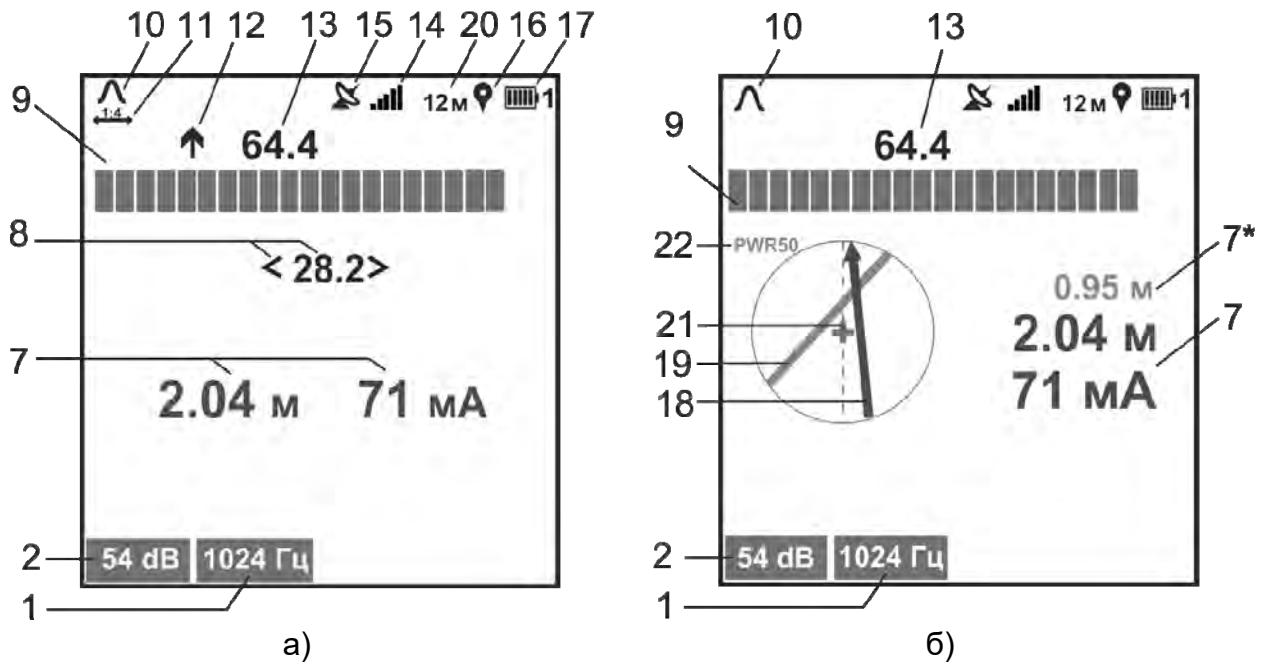

Рисунок 3.2 – Индикация приемника в режиме «ТРАССА»
- режим «ТРАССА» – для поиска коммуникаций с одновременным определением глубины её залегания, величины протекающего по ней тока рабочей частоты (рисунок 3.2а). Дополнительно при включенной функции «КОМПАС», отображается положение и направление коммуникации относительно приемника (рисунок 3.2б).
*Примечание. Индикация значения уровня входного сигнала в «дБ» при поиске по «максимуму» и «минимуму» (соответственно поз. 13 и 8 на рис. 3.2) при перегрузке соответствующих им входных каналов меняет свой цвет на красный*
При включенной опции «растяжка шкалы «максимум» 1:4» цена деления уменьшается в четыре раза, тем самым увеличивая разрешающую способность шкалы. При этом на экране отображается символ  (поз. 11 на рис. 3.2), под шкалой «максимум» появляется желтая полоса, указывающая положение окна растяжки относительно исходной (нерастянутой) шкалы.
Коммуникация схематически отображается на индикаторе в виде линии – указателя положения коммуникации (поз. 18 рис. 3.2б и 3.3б). Одновременно с этим в режиме «ТРАССА» на индикаторе отображаются шкала «максимум» и уровень входного сигнала, в режиме «ТРАССА-ДАТЧИК» отображаются шкала и уровень входного сигнала по входу «ДАТЧИК», а также его относительная полярность.
По мере продвижения по трассе ориентируйте приемник относительно коммуникации таким образом, чтобы на экране указатель положения коммуникации (поз. 18 рис. 3.2б) совпадал с осью приемника (поз. 21 рис. 3.2б).
Пример поиска с включенной функцией «Вторая линия» показан на рисунке 4.2.3б. В этом режиме указатель положения «Второй линии» (поз. 19 рис. 3.2б) и значение глубины ее залегания (поз. 7\* рис. 3.2б) отображаются синим цветом.